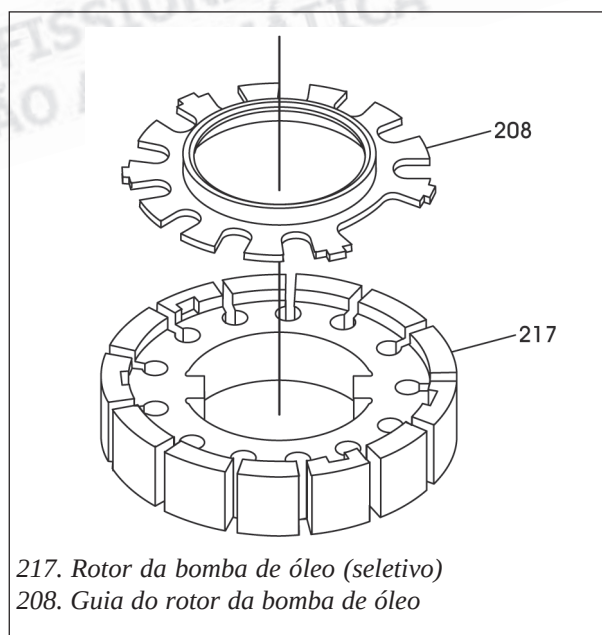

Figura 70
33. Instale o guia do rotor da bomba de óleo no rotor na direção mostrada na figura 70, e retenha-o com uma pequena quantidade de vaselina neutra. **Nota: Alinhe as orelhas do guia do rotor com as reentrâncias na parte inferior do rotor (veja figura 70).**